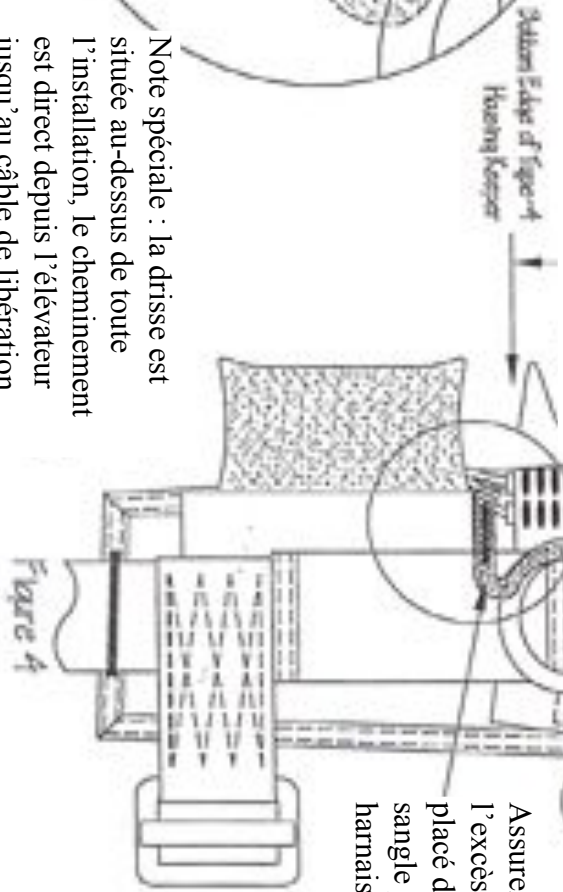

Figure 4
1) Référez vous à la Figure 4. Mesurer la Dimension X. Elle doit être d'environ 19 cm +/- 1,2 centimètres.
3) Engager la grande boucle de la drisse au-dessus de la patte de l'élévateur avant uniquement. Faites glisser ensuite la drisse tout le long, jusqu'à la jonction des sangles au-dessus des gros anneaux. (Figure 4)
6) Engagez dans la petite boucle de la drisse, le long câble de libération correspondant à l'élévateur gauche. NE PAS insérer les deux câbles dans cette boucle. (Figure 4)
8) Assurez-vous que le mou de la drisse soit placé sous la sangle principale du harnais. (Figure 4)